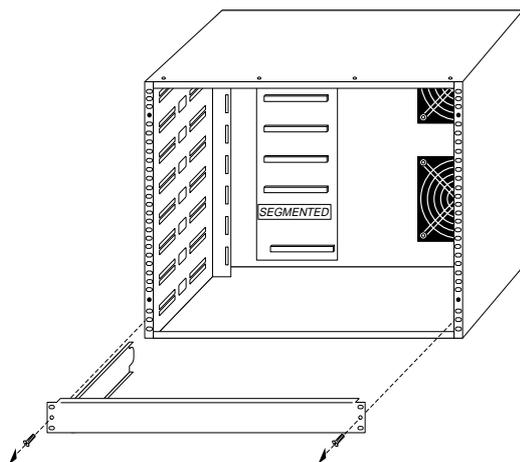

図 1.7 AT-CTSDG7-1R2 (据置型) の
- 1) ハブを収めるスロットのフェースプレートを取りはずします (図 1.7 参照)。